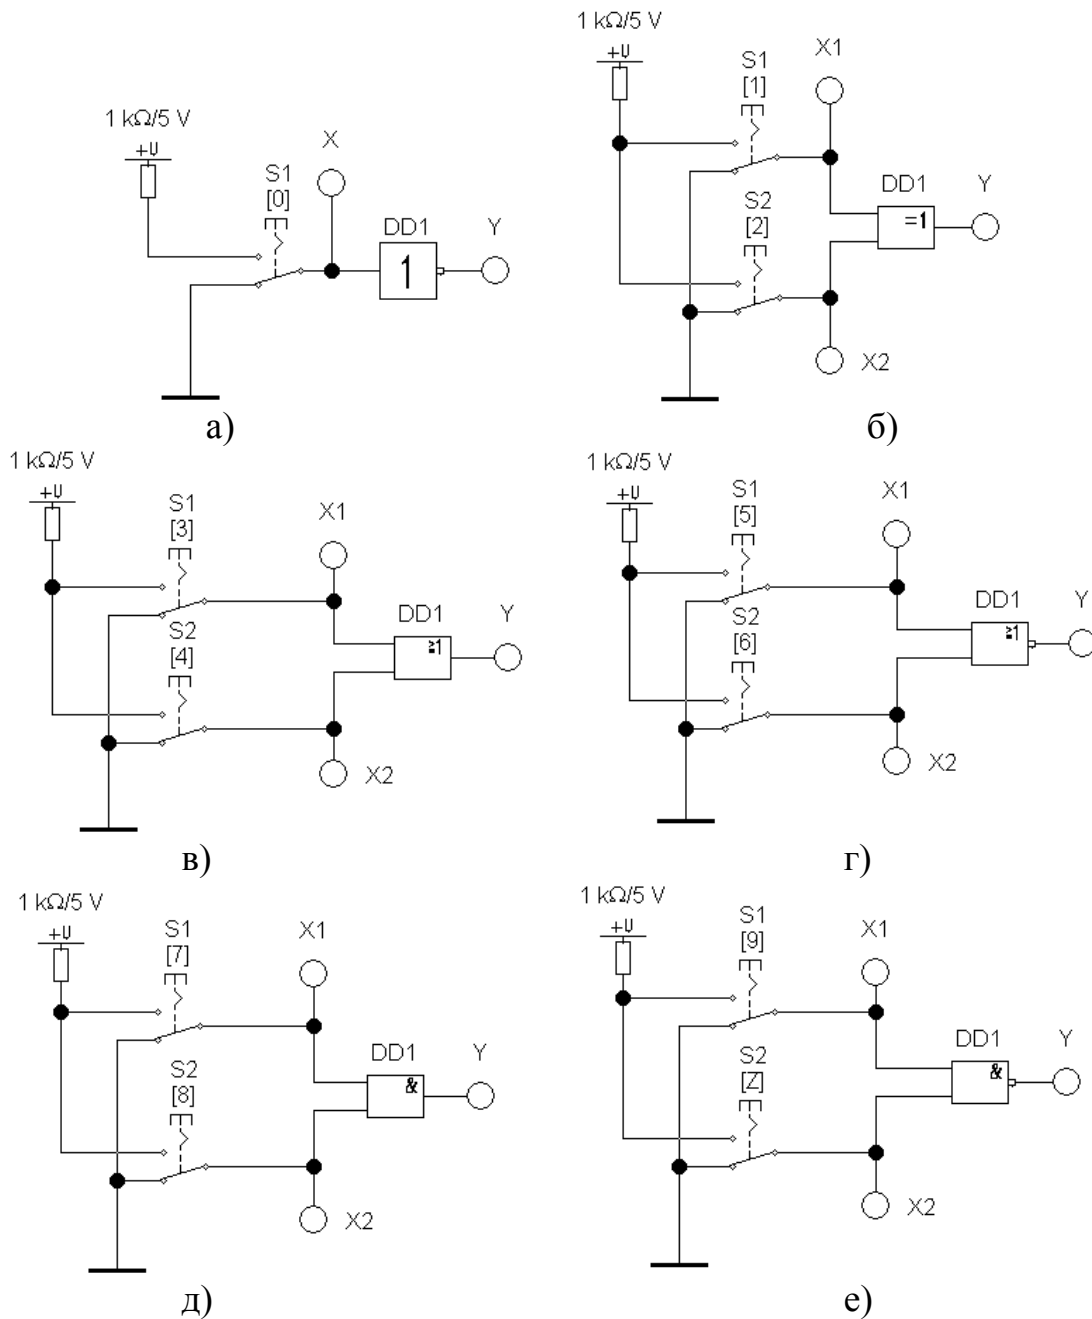

Рисунок 4 – Схеми для дослідження логічних елементів: а) «НІ»; б) «Виключаюче АБО»; в) «АБО»; г) «АБО - НІ»; д) «І»; е) «І - НІ»
2.1.1 Запустити програму EWB. В меню обрати схему відповідної роботи. Обрати на робочому полі програми відповідну схему для дослідження (рис. 4).